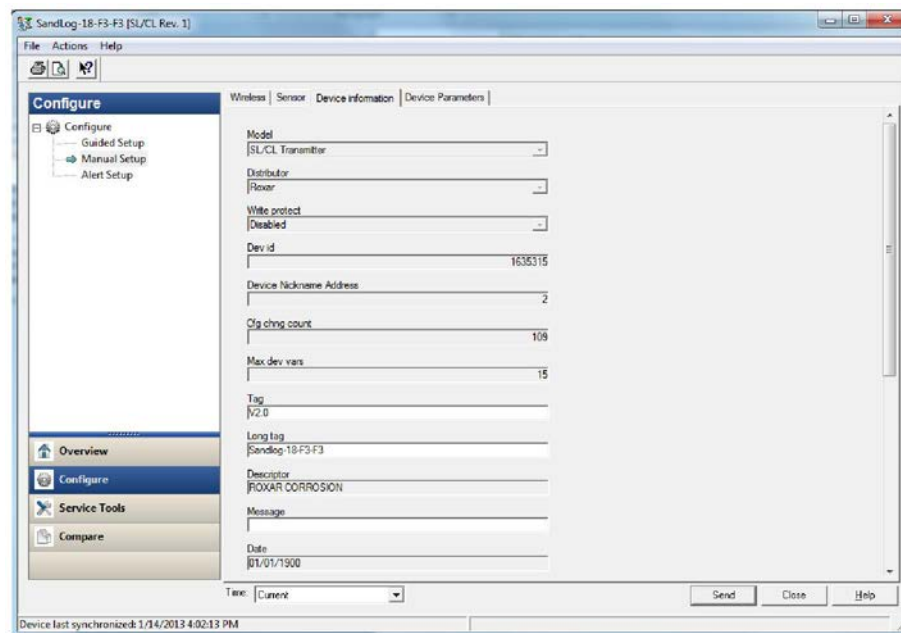

Рисунок 16. Настройка параметров регистратора
- **Configure-> Manual Setup-> Device Information (Конфигурировать-> Ручная настройка-> Информация устройства)** (рисунок 16).